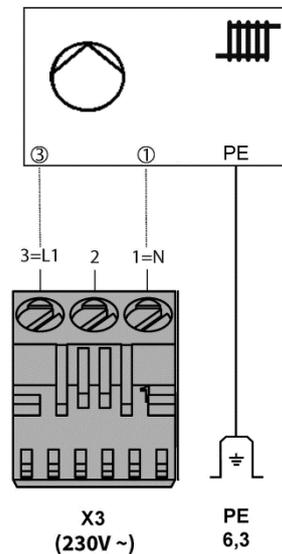

Abb. 24: Anschluss externe Heizkreispumpe
- ➔ Schließen Sie eine externe Heizkreispumpe gem. Abb. 24 am Stecker X3 an.